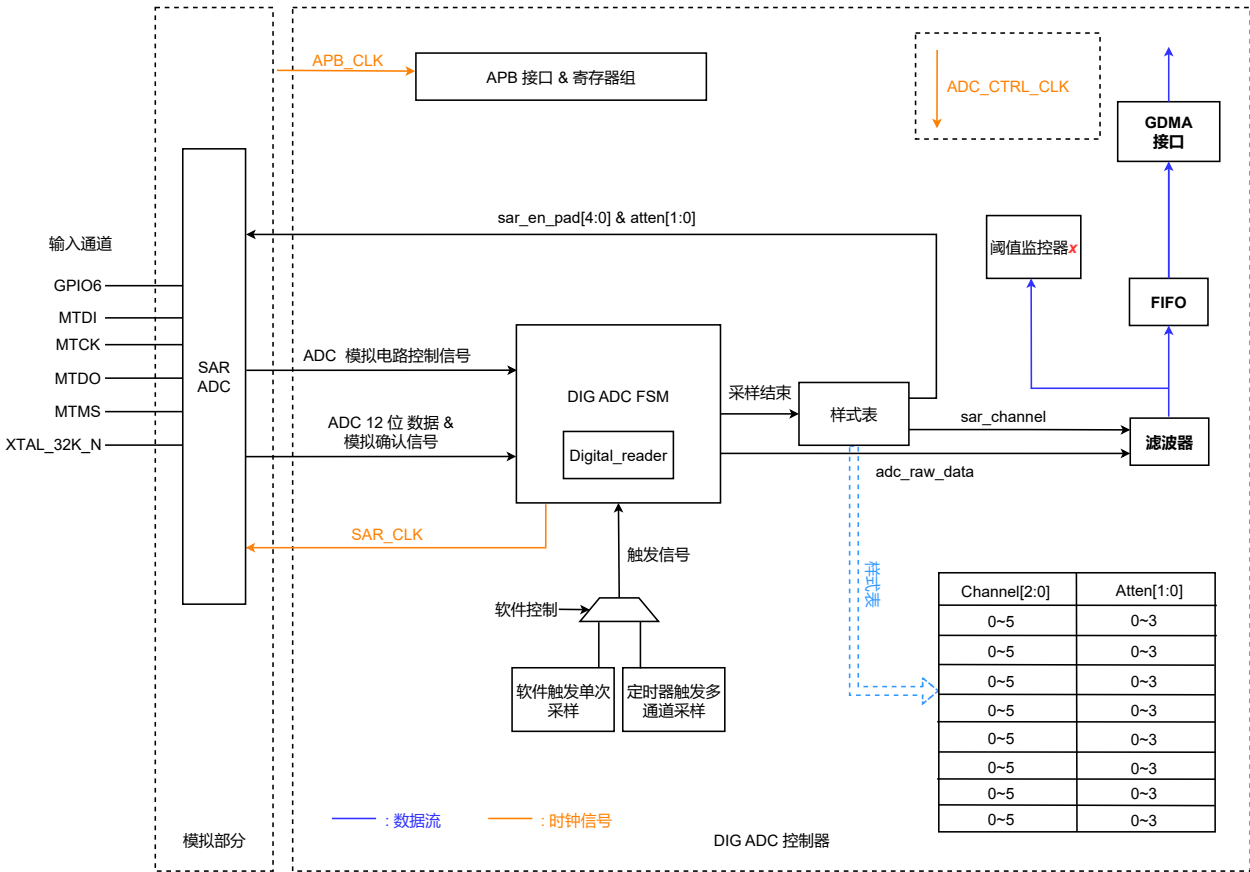

图 46.4-1. SAR ADC 结构图
SAR ADC 的主要子模块与连接情况见图 46.4-1。
根据图 46.4-1，按照从左至右、从上到下的顺序，SAR ADC 模块主要包括以下功能模块：
- 将数据传输给滤波器，然后阈值监控器通过 GDMA 将数据传输给内存（见图 46.4-1）；